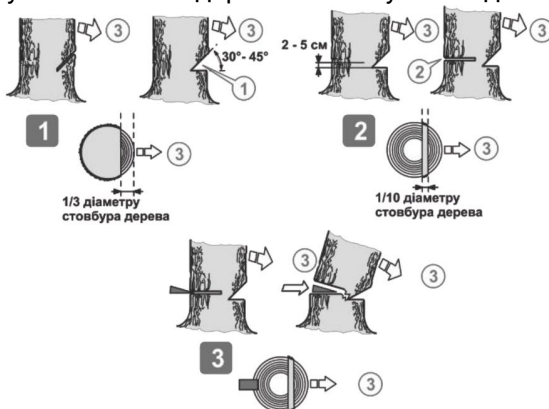

Рисунок 7. Схема послідовності дій під час валки дерева.
Існує спосіб змусити спилане дерево впасти у необхідне місце (рис. 7).
4. Підготувати шлях відходу, який повинен бути спланований з урахуванням напрямку падіння спиланого дерева (рис. 7, 8).
6. Починати пиляти дерево з того боку (1, рис. 7), куди воно має впасти. Зробити клиноподібний розпил (1, рис. 7) під кутом 30–45 градусів, глибина якого приблизно дорівнює 1/3 від товщини стовбуру.
7. Виконати пропи́л (2, рис. 7) з протилежного боку від клиноподібного розпи́лу. Завершити розпилювання тоді, коли до внутрішнього краю клиноподібного розпи́лу залишиться приблизно 1/10 діаметра стовбуру. Пропи́л валки не повинен пройти стовбур наскрізь до клиноподібного розпи́лу.
Центральна частина стовбуру, яка залишилася нерозпи́люною, під час падіння дерева, виконає роль напрямної для напрямку падіння (3, рис. 7).